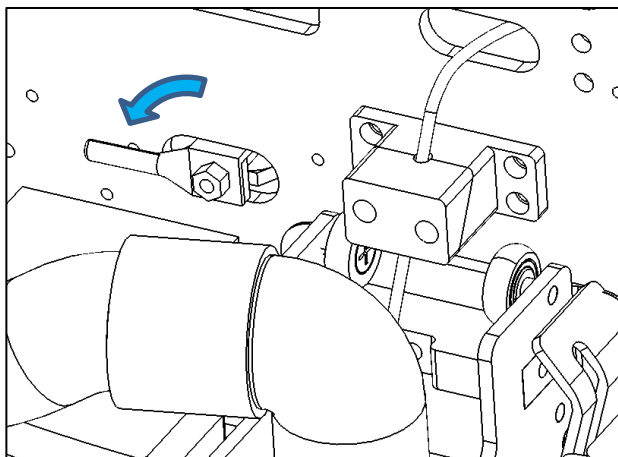

Fig. 3
4. Rebranchez les tuyaux sur le nouveau filtre à eau avant d'ouvrir la vanne (Fig. 3).